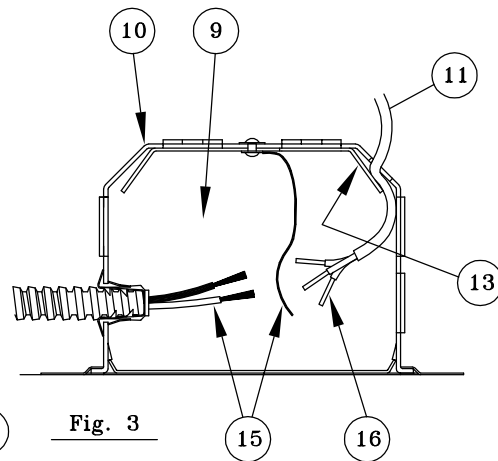

Fig. 3
- 2.- Remove Cover Plate (9) from Junction Box (10). Slip Type NM Cable (Romex)(11) through desired Hole in Junction Box (10). Secure Cable (11) with Retaining Plate (13). (See Fig.3)
- 3.- If other than type NM Cable (Romex) is to be used, Remove One Large Knockout at desired location on Top or Sides of Junction Box (10). Bring Appropriate Electrical Supply Cable into Junction Box and secure in place with Proper UL listed Connector (NOT FURNISHED).
- 4.- Connect Fixture Wires (15) to Supply Wires (16) as shown in Wiring Diagram.
- 2- Quite la placa de cubierta (9) de la caja de empalme (10). Haga pasar el cable NM (Romex)(11) por el agujero deseado en la caja de empalme (10). Fije el cable (11) con la placa de retención (13). (Véase Fig. 3)
- 3- Si se usa un cable otro que la clase de cable NM (Romex), abra un agujero ciego grande donde se desea en la parte superior o en los lados de la caja de empalme (10). Introduzca el cable de suministro apropiado en la caja de empalme y apriete con el conector UL calificado que sea apropiado (NO INCLUIDO).
- 4- Conecte los hilos de la lámpara (15) a los hilos del suministro (16) conforme al diagrama de instalación eléctrica. Utilice los conectores UL calificados (NO INCLUIDOS).
- 5- Para proporcionar acceso a la caja de empalmes (10), después de que el cielorraso está acabado, baje la cubierta, (6) remueva el tornillo de mariposa (21) y la puerta de acceso (22) dentro de la unidad. La placa de cubierta de la caja de empalmes (9) puede ser removida para servicio.
- 2- Enlevez la couverture (9) de la boîte de dérivation (10). Faites passer le câble type NM (Romex) (11) par le trou désiré dans la boîte de dérivation (10). Attachez le câble (11) avec la plaque de retenue (13). (Voir Fig. 3)
- 3- Si un câble autre que celui du type NM (Romex) s'utilise, ouvrez une débouchure grande où il faut sur le haut ou les côtés de la boîte de dérivation (10). Introduisez le câble d'alimentation convenable dans la boîte de dérivation et serrez en place avec le connecteur approprié UL qualifié (NON FOURNI).
- 4- Reliez les fils de la lampe (15) aux fils de l'électricité (16) d'après le diagramme d'installation électrique. Utilisez les coinçeurs de relais UL qualifiés (NON FOURNIS).
- 5- Pour avoir accès à la boîte de dérivation (10), après que le plafond est terminé, descendez le logement (6), retirez la vis à oreilles (21) et la porte d'accès (22) dans le dispositif d'éclairage. La couverture de la boîte de dérivation (9) peut être enlevée maintenant pour service.